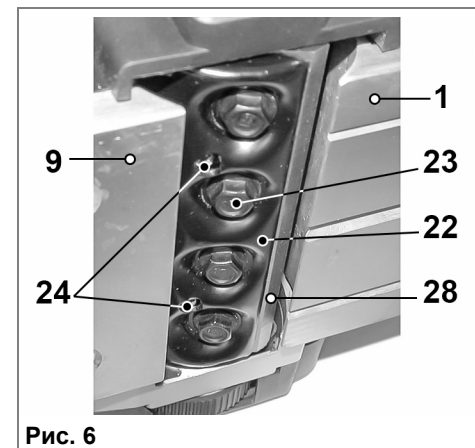

Рис. 6
9.2. Снятие и установка строгальных ножей (Рис. 6, 7).